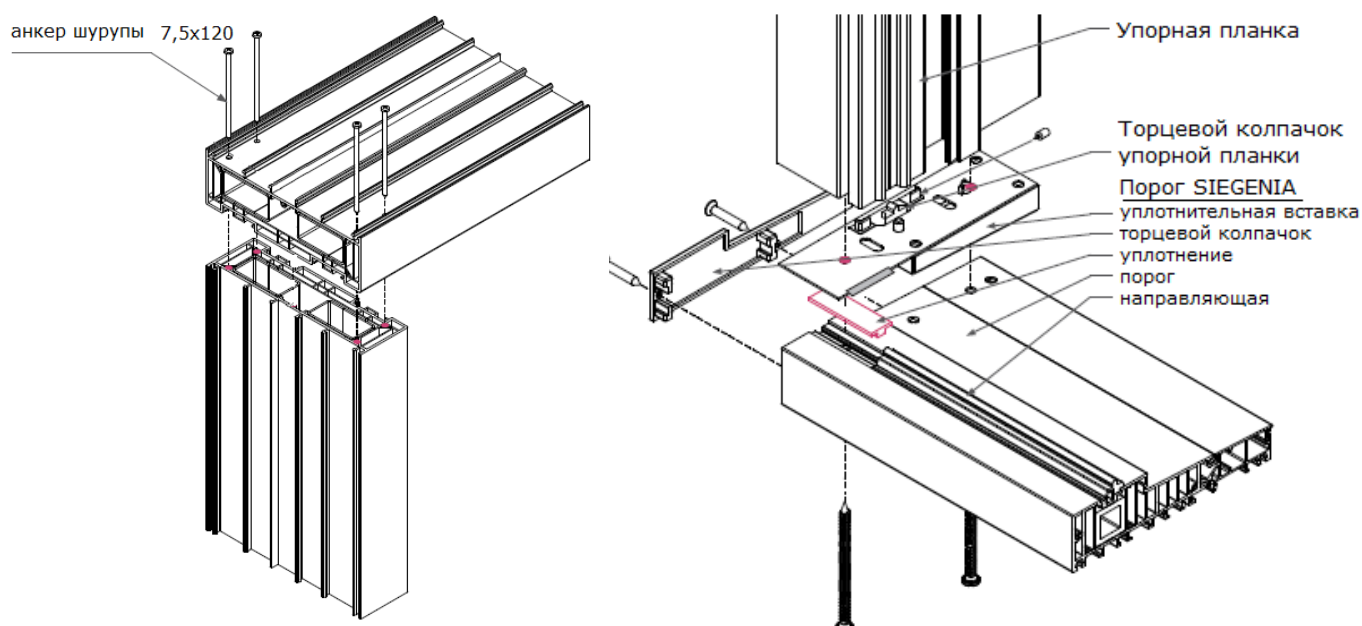

Рис. 4. Сборка верхнего угла рамы и схема сборки порога
3. Раму собрать, завернуть анкер шурупы (рис. 4), примерить в проем. Отцентрировать раму относительно проема, при наличии четверти обеспечить равномерное выступание рамы за четверть проема.